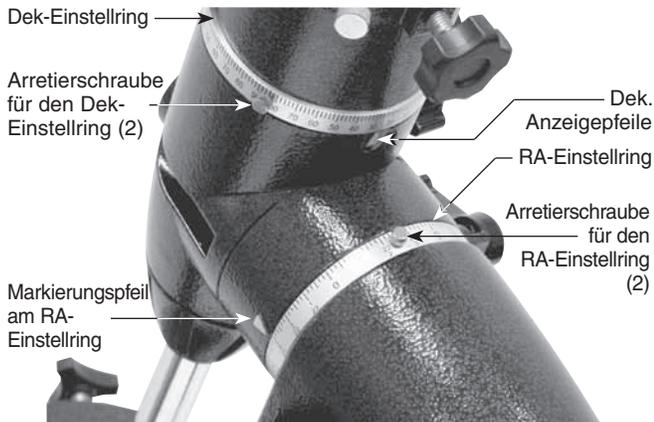

Abbildung 9. Die Einstellringe für Rektaszension (RA) und Deklination (Dek).
Der RA-Einstellring ist in Stunden von 1 bis 24 mit kleinen Zwischenmarkierungen in 10-Minuten-Schritten unterteilt (eine RA-Stunde besteht aus 60 Minuten). Die unteren Ziffern sind für Beobachtungen in der nördlichen Hemisphäre bestimmt. Alle darüber liegenden Ziffern sind in der südlichen Hemisphäre zu verwenden. Die Lage des Koordinatenanzeigepeils der Rektaszension ist in Abbildung 9 gezeigt.
4. Lockern Sie eine der Arretierschrauben am RA-Einstellring (siehe Abbildung 9), damit der Einstellring frei gedreht werden kann. Drehen Sie den Einstellring, bis der Markierungspfeil für die RA-Achse auf die im Sternatlas nachgeschlagenen RA-Koordinaten des gewünschten Objekts zeigt. Ziehen Sie dann die Rändelschraube am Einstellring wieder fest.